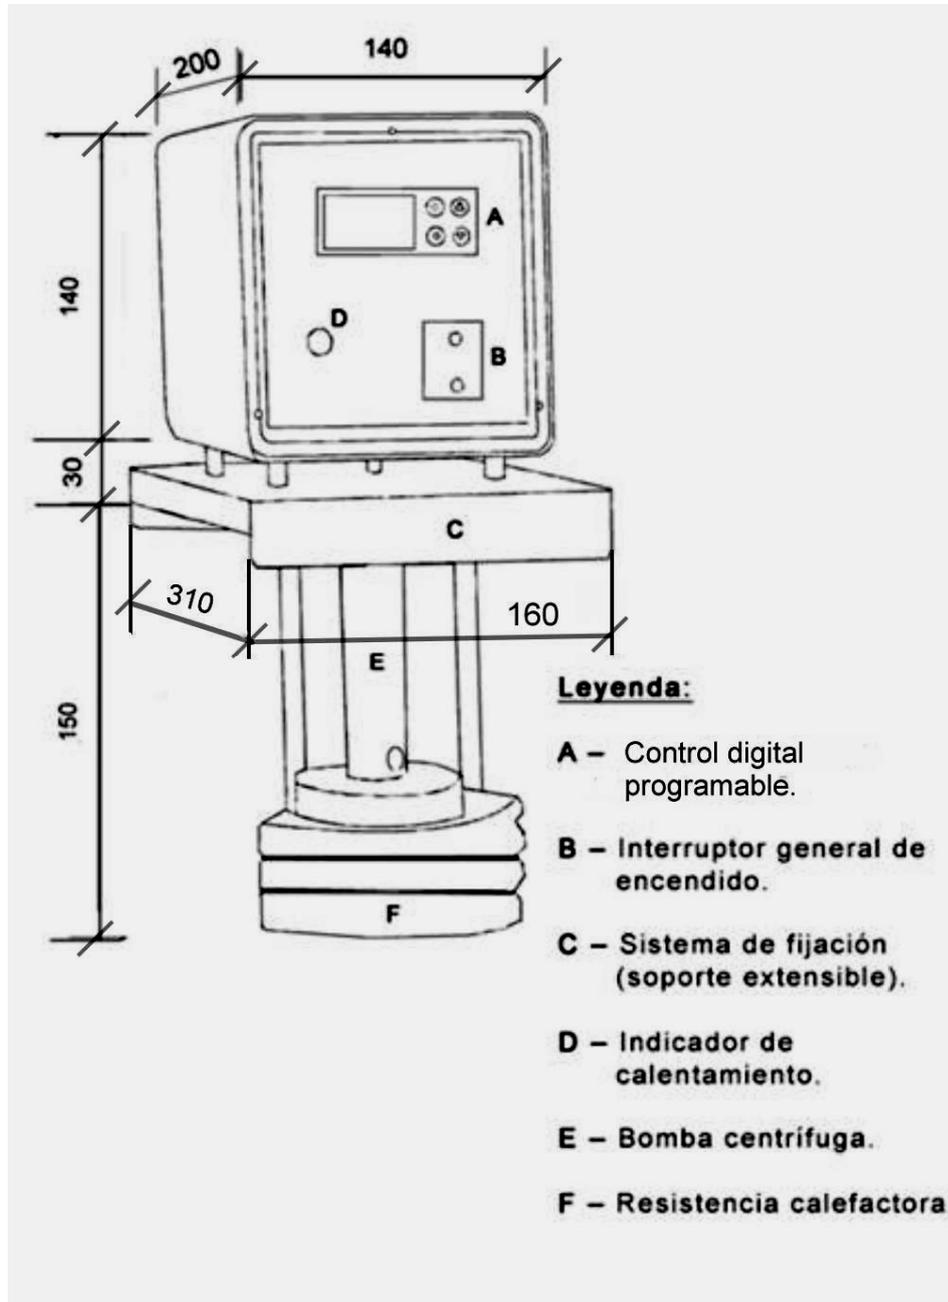

Figura 1 — Dimensiones principales del módulo de control de temperatura
**5.2.2 Dimensiones principales del módulo de control de temperatura:** Se establecen en la Figura 1.